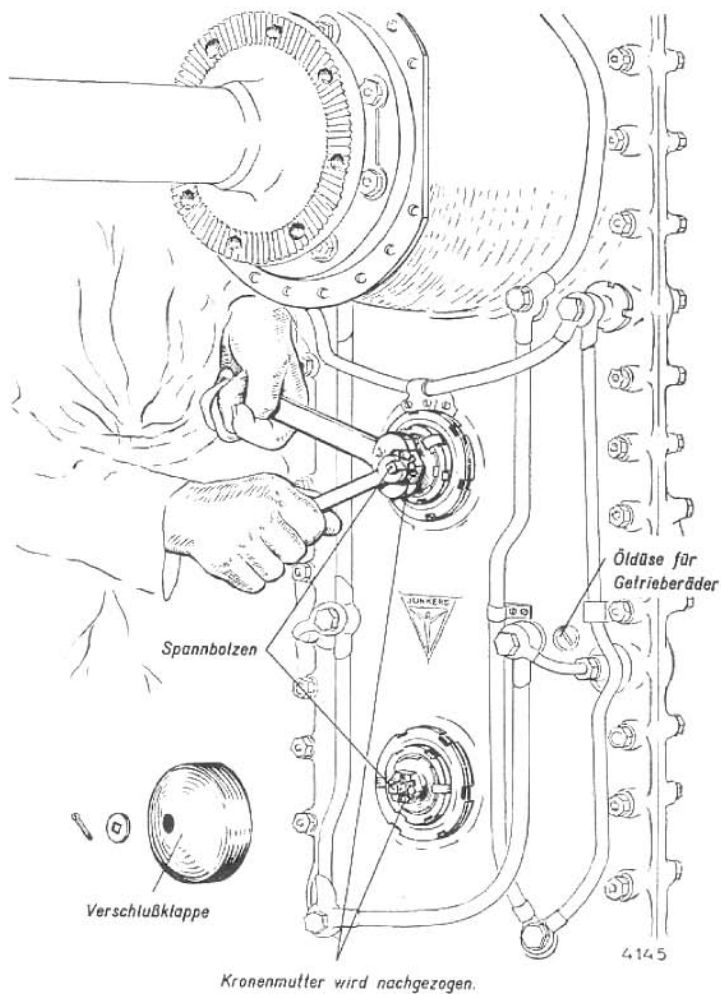

Abb. 32 Nachziehen der Getriebelagerung
- a) Prüfen der Getriebelagerung (Spannbolzen) vom Mittel- und Zwischenrad auf Festsitzen der Konusspannung (Abb. 32).